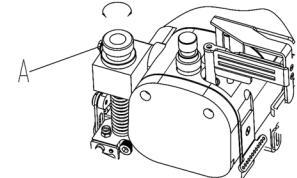

图22(Fig.22)
3.上滚轮压力的调整：将压力调整螺钉(A)往顺时针方向转动，则压力加大，反之压力减小。(图22)
Turn pressure control knob (A) clockwise to increase the pressure of top 。 roller, vice ver'sa (Fig.22)。